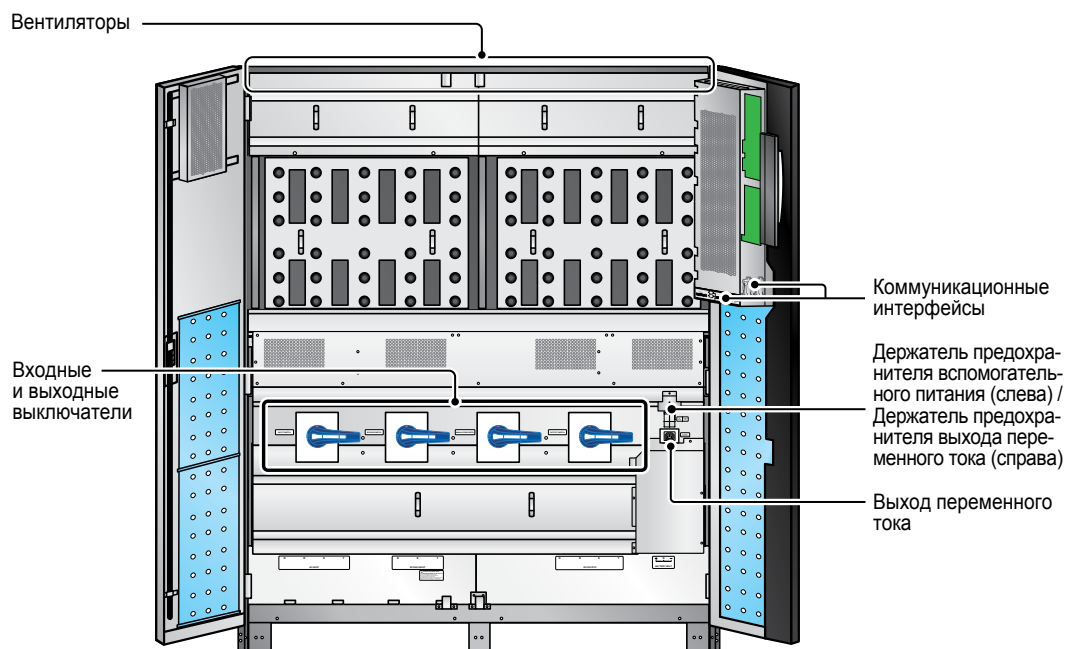

Рис. 2-4. Внутреннее устройство
- **Вид спереди с открытыми дверцами:** внутри шкафа расположено оборудование, показанное (см **Рис. 2-4**).